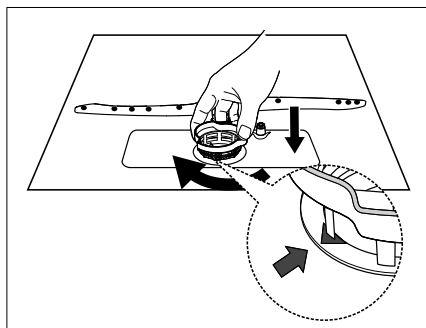

Fig. 21
- ▶ Per rimontare il filtro, procedere in ordine inverso (vedere la **fig. 21**).